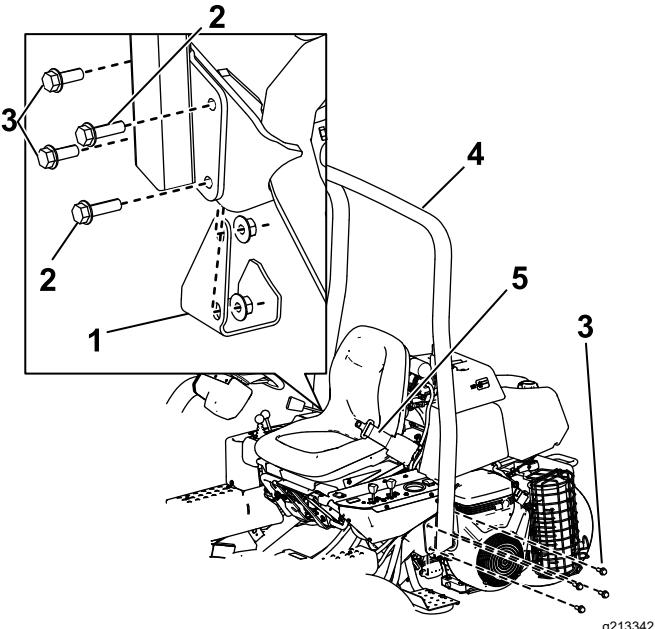

図 4
2. ROPSバー図4を、取り付けブラケットにセットして取り付け穴をそろえる。
3. ROPSの左側を取り付けブラケットに固定するボルト $\frac{1}{2}$ " x $1\frac{1}{2}$ "4本とロックナットを使用する図4。
5. ROPSバーの右側、および先ほど取り外したジャッキパッドを、取り付けブラケットに固定するボルト $\frac{1}{2}$ " x $1\frac{1}{2}$ "2本、ボルト $\frac{1}{2}$ " x $1\frac{3}{4}$ "2本、ロックナットを使用し、図4に示すように取り付ける。